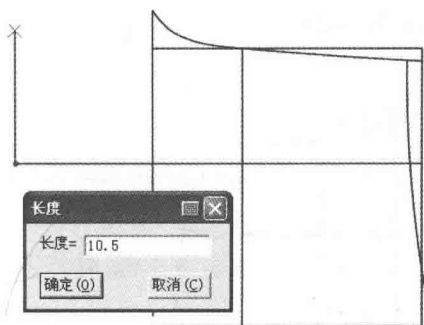

图 7-86 画裤口线
(14) 选择  【智能笔】工具在烫迹线端点画 10.5cm (图 7-86)。